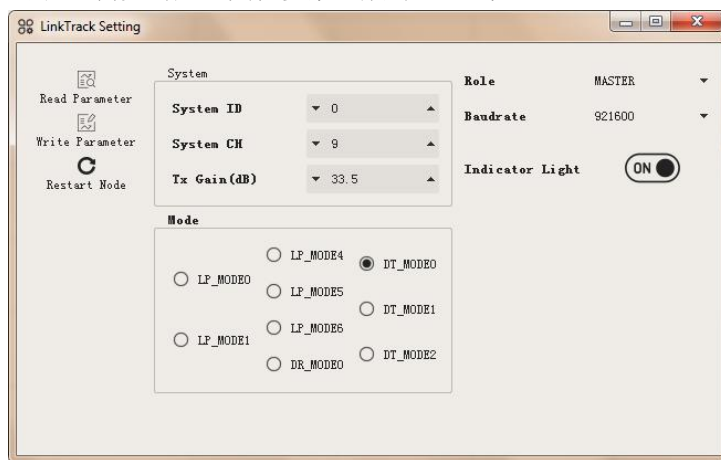
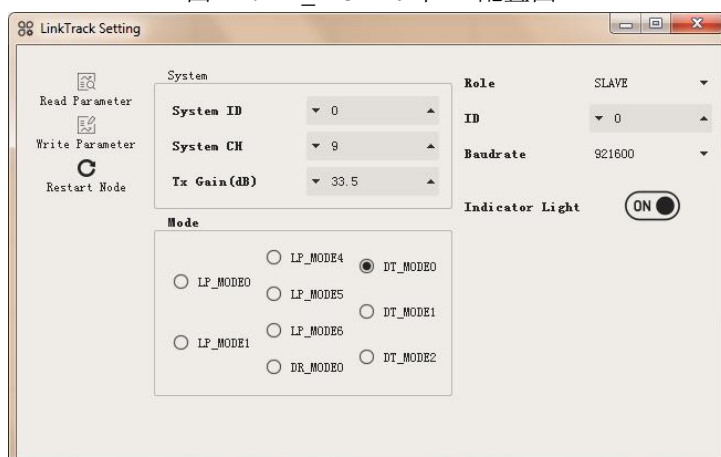

图 12: DT_MODE0 下 M 配置图
图 13: DT_MODE0 下 S0 配置图
1. 【配置系统】准备 5 个 LT 节点，通过 NAssistant 配置一个节点为 1 个 MASTER，简记为 M；配置另外 4 个节点为 SLAVE，ID 为 S0~S3。图 12 为 M 的配置，图 13 为 S0 的配置，其他 SLAVE 的 ID 需要对应，其他参数一般与 S0 一致。
DT_MODE1 的相关配置参数与 DT_MODE0 基本一致，可参考图 12 及图 13。
DT_MODE2 的相关配置参数与 DT_MODE0 基本一致，可参考图 12 及图 13。